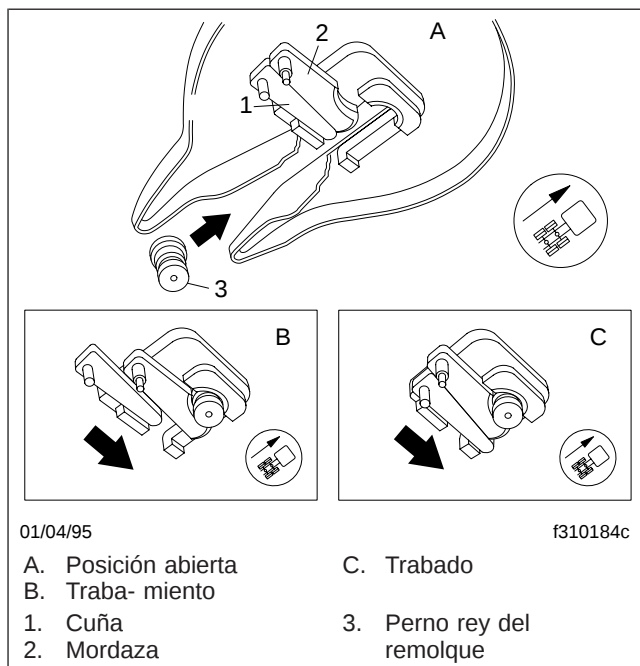

Figura 10.15, Mecanismo de cierre Fontaine del perno rey
El mecanismo de cierre de la quinta rueda Fontaine para el perno rey del remolque (Figura 10.15) consiste en una mordaza accionada por resorte y una cuña deslizable.
Durante el enganche (**Figura 10.15**), el movimiento del perno rey al entrar en la mordaza activará la mordaza y la cuña. La mordaza se desplaza a detrás del perno rey, seguida por la cuña. La función de la cuña es reforzar la mordaza y eliminar la holgura alrededor del perno. Cualquier desgaste de la mordaza es compensado inmediatamente por la cuña de manera que no hay holgura en la conexión.
3. Coloque el tractor de manera que la abertura del mecanismo de cierre de la quinta rueda esté alineada (tanto vertical como horizontalmente) con el perno rey del remolque. El perno rey debe estar en una posición que le permita entrar en la garganta del mecanismo de cierre (**Figura 10.15**). Ajuste los patines del remolque para que estén bastante altos como para alinearse y asegurar el trabado positivo del perno rey.